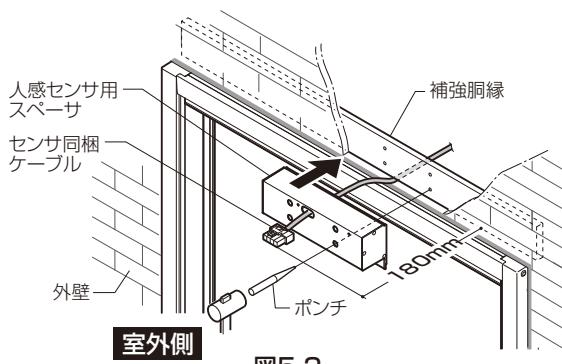

図5-2
- ②外壁からセンサ同梱ケーブルが180mm出ていることを確認してください。(図5-2)
- ③人感センサ用スペーサにセンサ同梱ケーブルを引込んでください。(図5-2)